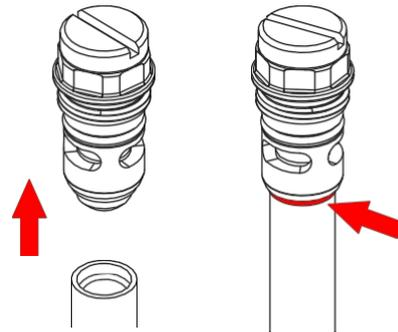

Figura 17 Extracción de el tubo de los tapones de acceso
3. Véase la figura 17. Extraiga el tubo de fluidización viejo del tapón de acceso y, a continuación, asiente el tubo de fluidización nuevo contra el tapón rojo Junta tórica.